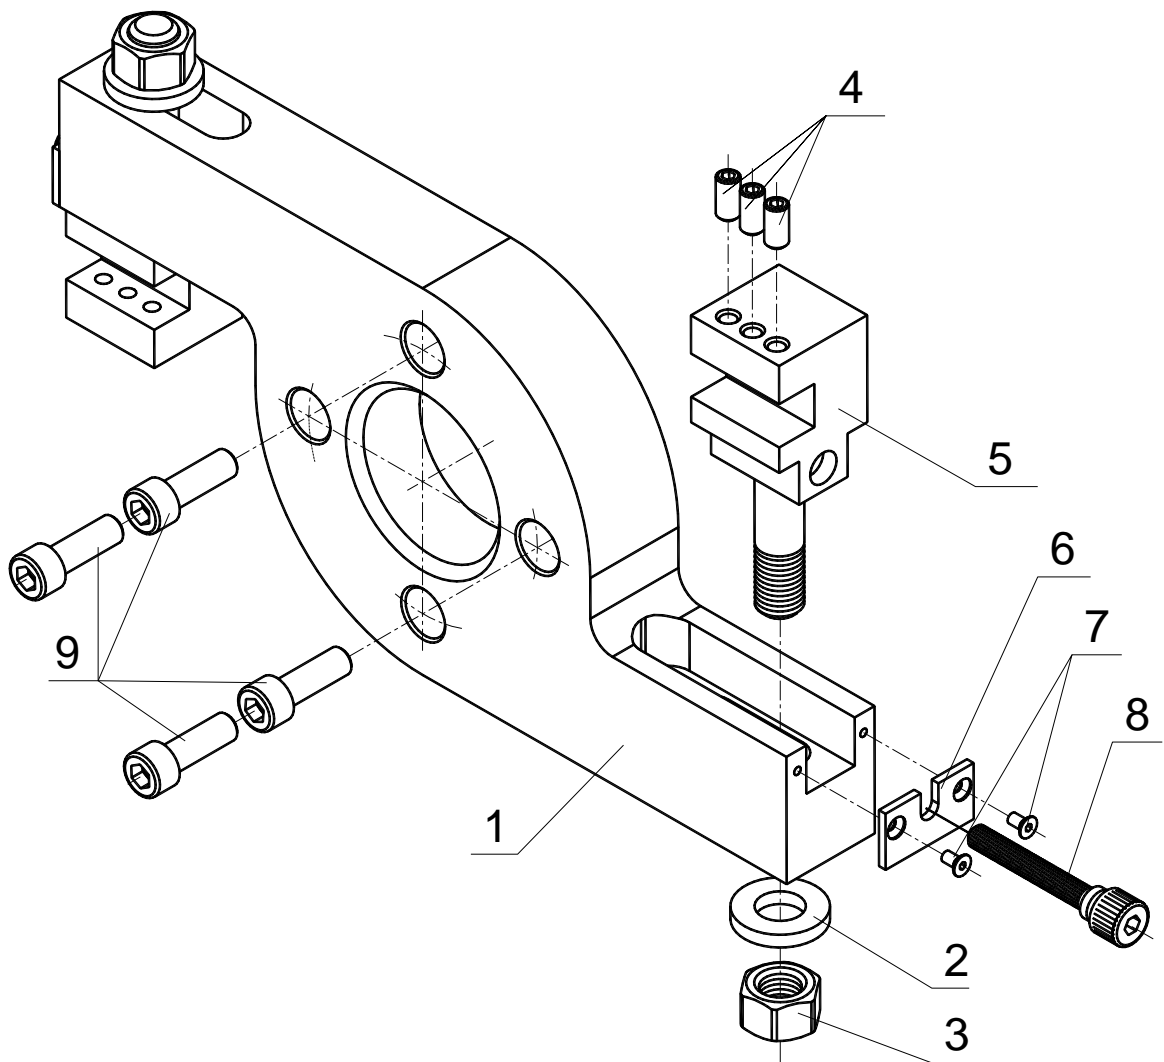

Рис. 3. Резцедержатель в сборе M325.60.03.02.00
8. Выбрать необходимые резцы (см. п. 6 «РЕЗЦЫ К МАШИНЕ «МАНГУСТ-325-Электро») и закрепить их винтами 4 (рис. 3 „Приложение”) в каретках 5.